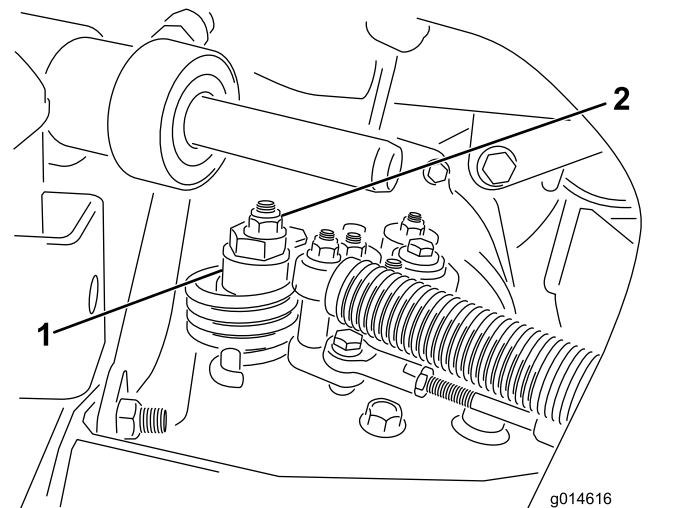

Figura 52
A. Afloje la tuerca que sujeta el excéntrico a la parte superior del hidrostato (**Figura 52**).
- C. Gire el excéntrico hasta que no haya movimiento en ningún sentido. Cuando la rueda deje de girar, apriete la tuerca para bloquear el excéntrico y el ajuste (**Figura 52**). Compruebe el ajuste con el acelerador en las posiciones LENTO y RÁPIDO.